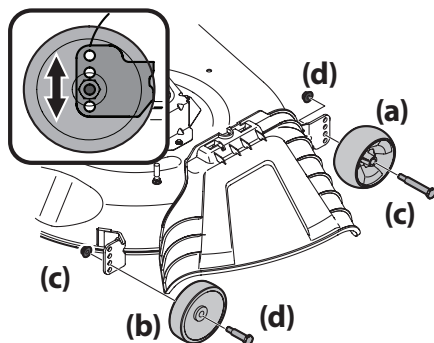

Figure 13
- b. Retirez les écrous autobloquants (c) et les boulons à épaulement (d) qui fixent les roues au plateau de coupe, puis enlevez les roues avant (a) et arrière (b). Voir Figure 13.